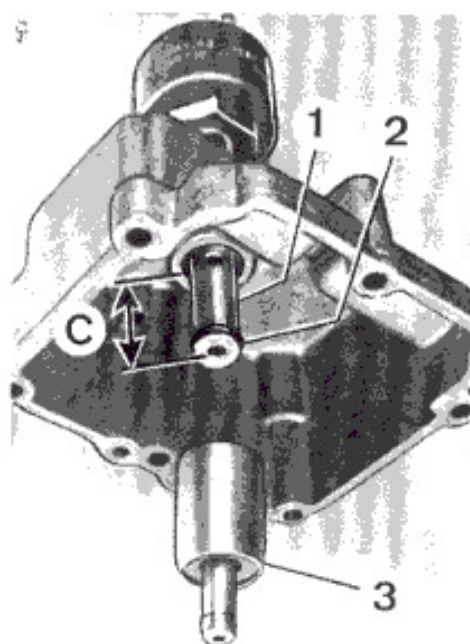

Рис. 15
3. ОТКЛЮЧАЮЩИЙ КЛАПАН XX (Рис. 15+16)
- Уплотнительное кольцо (2) на отключающем клапане XX смазать силиконовой смазкой, например "Molykote 33 light".
- Отключающий клапан XX (1) завинтить как показано на Рис. 15.